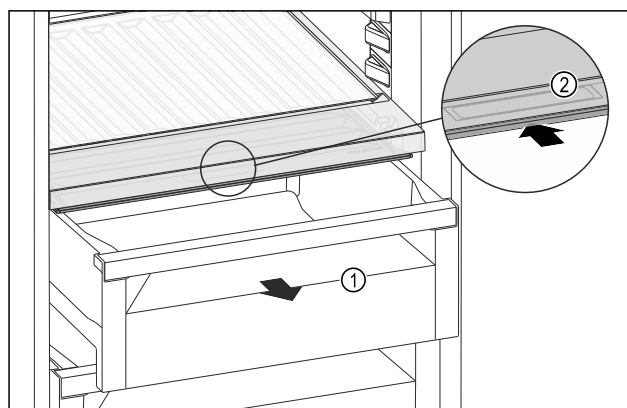

Fig. 233
- ▶ Zásuvku Fig. 233 (1) vytáhněte.
- ▶ Uchopte prohlubeň pro rukojeť Fig. 233 (2) na víku zásuvky a současně zasuňte víko zásuvky směrem dozadu.